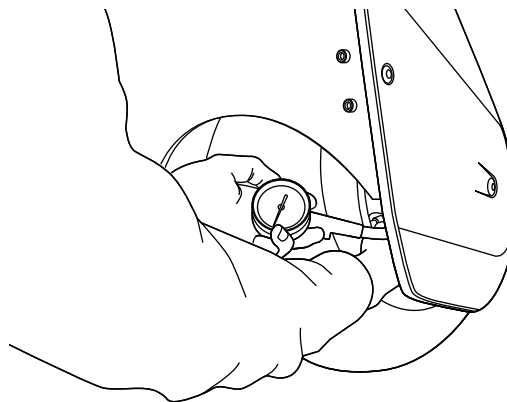

Figura 48: Controllo della pressione del pneumatico anteriore da dietro la copertura della ruota
4. Da dietro la copertura della ruota anteriore, localizzare lo stelo della valvola e controllare la pressione dello pneumatico (**Figura 48**).